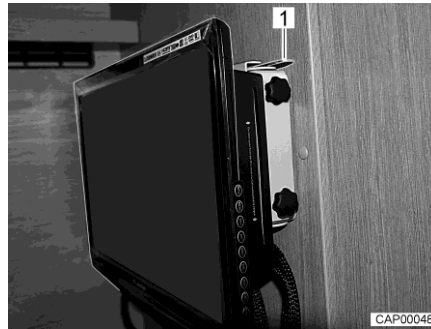
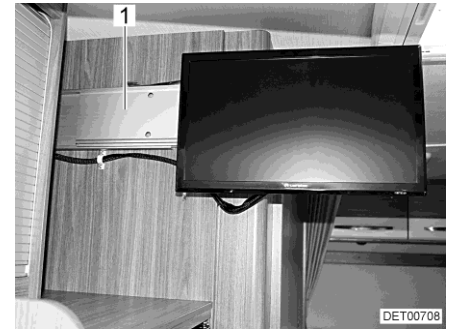

Fig. 79 Écran plat en position de marche
Fig. 80 Écran plat en position téléviseur
- Désenclencher le ressort à cran d'arrêt (Fig. 79,1).
- Pousser l'écran plat horizontalement dans le support jusqu'à la butée (Fig. 80,1). Le ressort à cran d'arrêt (Fig. 79,1) s'enclenche de manière audible.